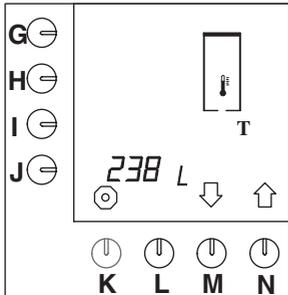

Abb. 49 Gesamtzählwerk für das Heißwassersystem
- Drücken Sie auf die Wahltaete (N.)↑, bis Abb.49 im Display erscheint.